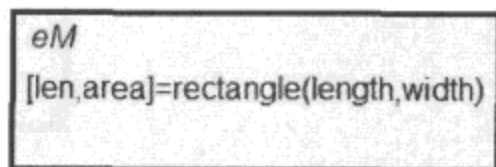

图 3.6.13 Embedded MATLAB 函数命名
(2) 单击“?”处可以编辑 Embedded MATLAB 函数名称,命名规则与图形函数类似,此处命名为`[len,area]=rectangle(length,width)`,如图 3.6.13 所示。